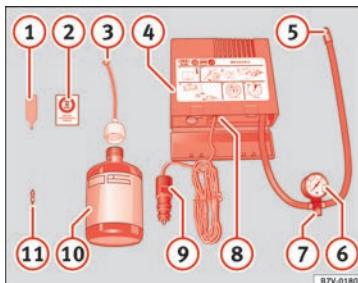

Fig. 67 Representação standard: conteúdo do kit antifuros.
- Desenrosque a proteção e o obus da válvula do pneu. Utilize o aparelho » **Fig. 67 1** para retirar o obus. Coloque-o numa superfície limpa.
- Agite com força a garrafa de vedante de pneus » **Fig. 67 10**.
- Enrosque o tubo de enchimento » **Fig. 67 3** na garrafa de vedante. O selo da garrafa partir-se-á automaticamente.
- Remova o tampão do tubo de enchimento » **Fig. 67 3** e enrosque a extremidade aberta do tubo na válvula do pneu.
- Volte a colocar o obus com o aparelho » **Fig. 67 1** na válvula do pneu.
- Enrosque o tubo de enchimento do pneu do compressor » **Fig. 67 5** na válvula do pneu.
- Verifique se o parafuso de evacuação de ar está enroscado » **Fig. 67 7**.
- Ligue o conector » **Fig. 67 9** a uma tomada de corrente de 12 volts do veículo » **Página 158**.
- Ligue o compressor de ar com o interruptor ON/OFF » **Fig. 67 8**.